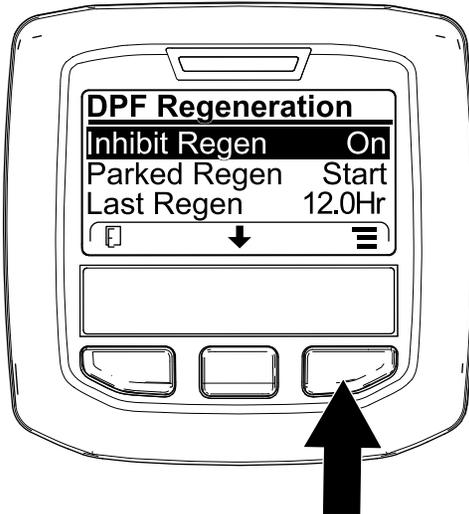
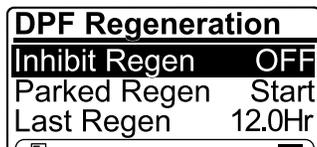

Figure 41
Figure 42
1. Ouvrez le menu DPF Regeneration (régénération du FAP), appuyez sur le bouton central pour naviguer jusqu'à l'option INHIBIT REGEN (interdiction de régénération), et appuyez sur le bouton droit pour la sélectionner (Figure 41).
2. Appuyez sur le bouton droit pour changer l'option d'interdiction de régénération de On (activée) à Off (désactivée) (Figure 41) ou inversement (Figure 42).